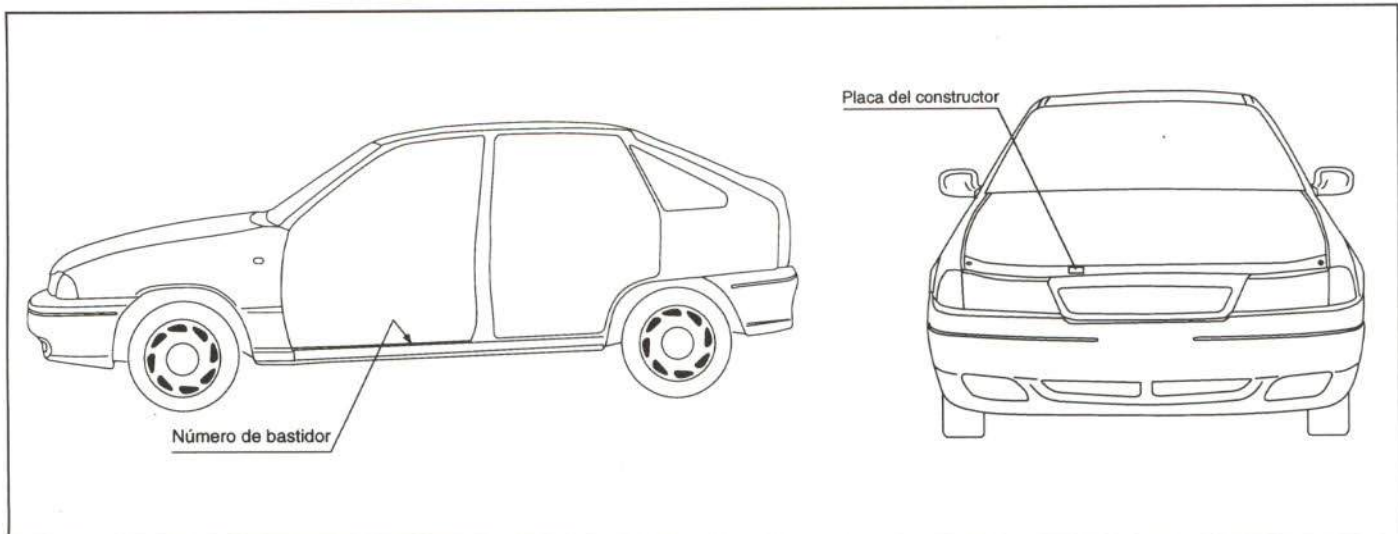

Figura 1.- Situación de las placas de identificación del vehículo
La situación de estas placas se refleja en la figura 1.
- El número de bastidor se encuentra troquelado en el piso del vehículo, entre la puerta delantera derecha y el asiento delantero derecho (figura 1).
• La placa del constructor se encuentra situada en la parte superior derecha del panel frontal (figura 1).